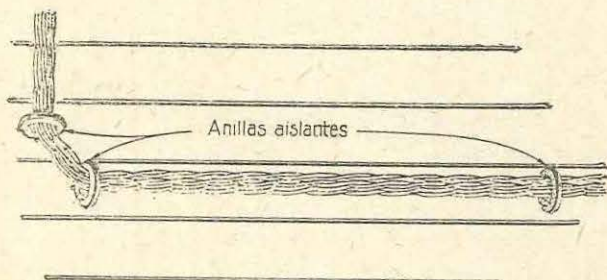

Fig. 28
- 33.—*Cuando sea preciso tender hilos sobre madera o estuco sobre madera se empleará el procedimiento indicado en el método de construcción núm. 3,210 titulado «Tendido de cable de acometida». Cuando el número de hilos no permita hacer el tendido en aisladores, se emplearán anillas aislantes de 3 centímetros para soportar los hilos (fig. 28).*